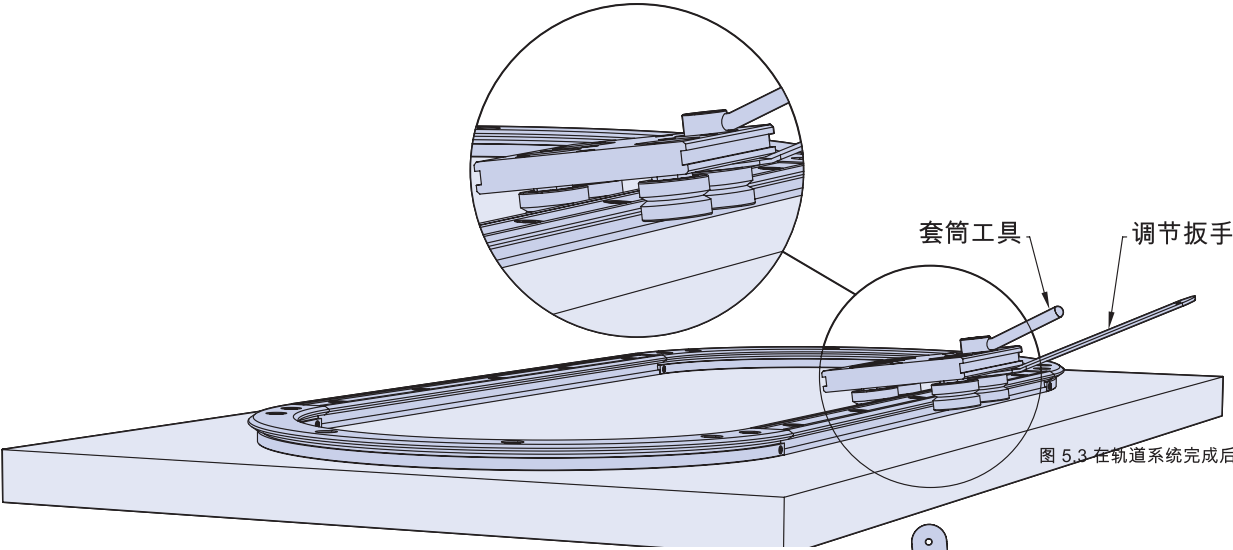

图 5.3 在轨道系统完成后装配的承载滑座
5.3 第二种方式是，在轨道系统完成后，调节承载滑座板将其安装到滑道上。此工作接通过套筒工具和调节扳手完成，如图 5.3 所示。如果使用这种方式安装承载滑座板，则安装的所有润滑装置都必须在组装之前卸下。